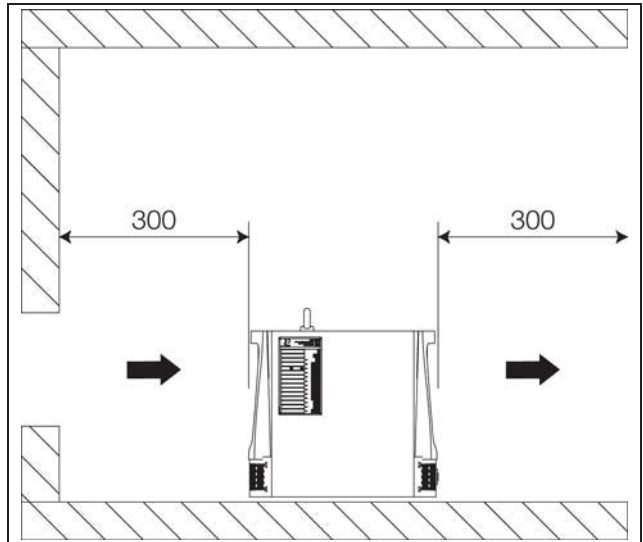
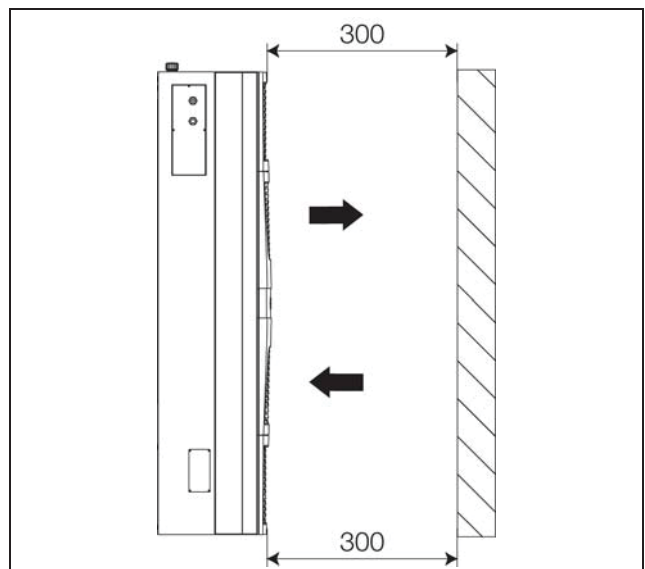

Fig. 38 : Distances minimales
Fig. 39 : Distances minimales
- Les distances minimales indiquées dans la figure 38 ou la figure 39 devront être respectées pour faciliter les opérations d'entretien et de réparation.
- Les distances indiquées dans la figure 38 ou la figure 39 doivent être respectées pour éviter un « court-circuit d'air » (mélange de l'air sortant avec l'air entrant) et pour garantir la puissance frigorifique totale.